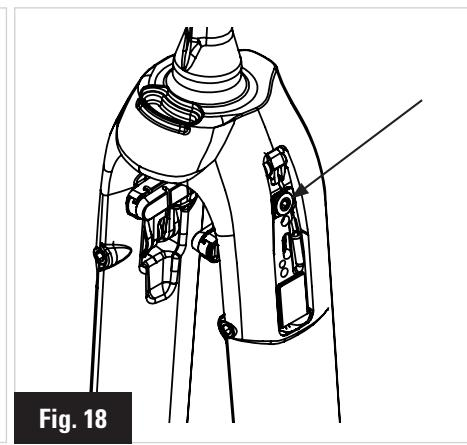

Fig. 18
12- Una vez realizado este ajuste, apriete el tornillo prisionero ② con una llave Allen de 3 mm a un par de **6Nm** (Fig. 18).